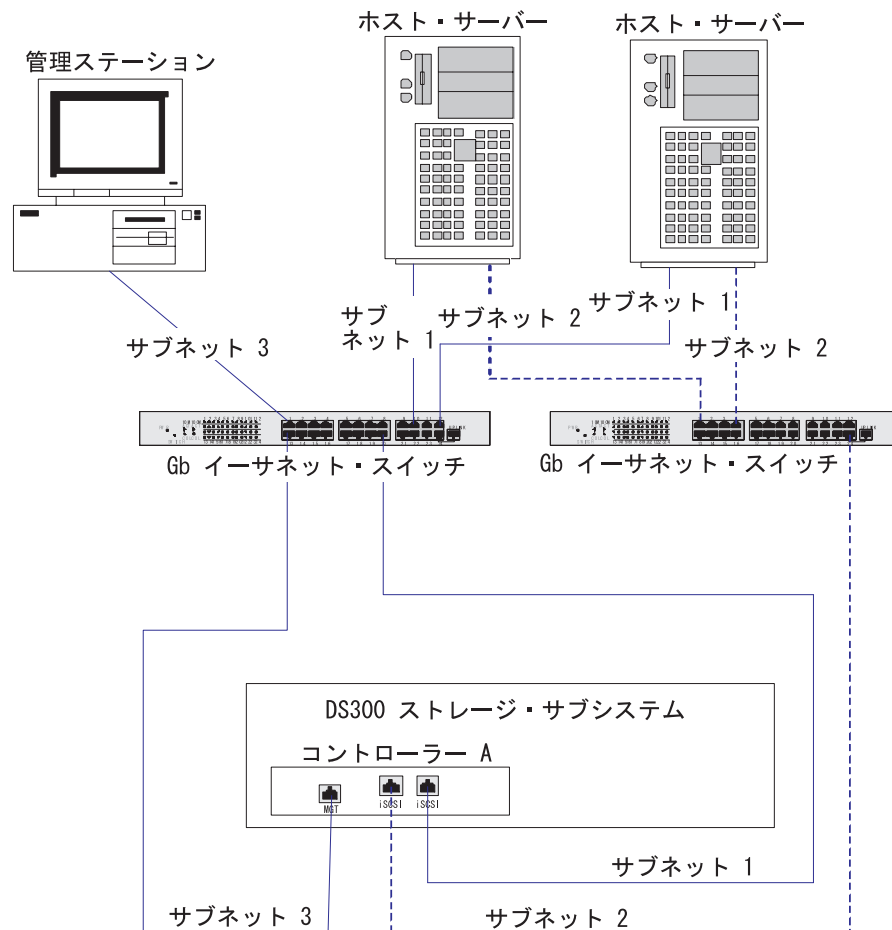

図 11. 複数ポート、2 台のサーバー、2 つのスイッチの構成 (DS300)
2. 図 11 に示されている 2 台の Gb イーサネット・スイッチは、十分なポートを備えた 1 台の大規模 Gb イーサネット・スイッチと置き換えることができます。単一スイッチの代わりに VLAN を使用して、2 つの iSCSI ネットワークを分離することもできます。